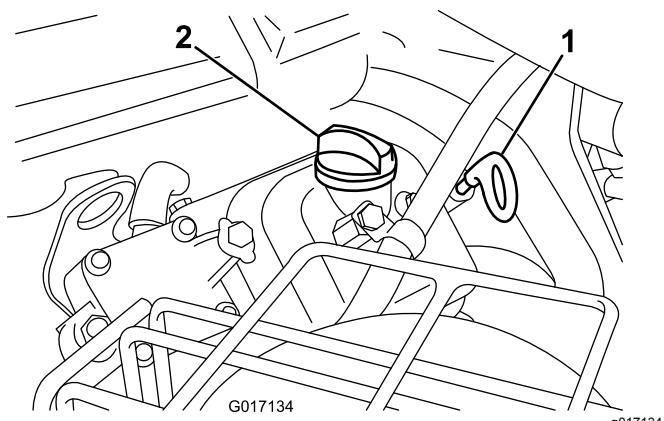

Figura 20
2. Retire a vareta e limpe-a com um pano limpo. Volte a colocar a vareta no tubo e verifique se está completamente introduzida (Figura 20).